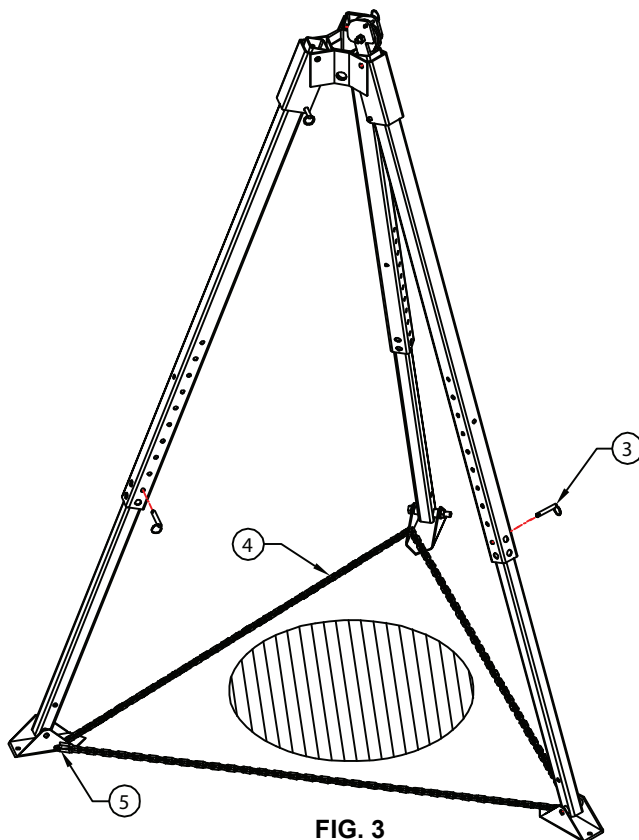

FIG. 3
5. Posicione o tripé sobre a entrada (Consulte a Fig. 3) e certifique-se de que a estrutura está nivelada. Ajuste o comprimento da(s) perna(s) conforme é requerido removendo os pinos de ajuste das pernas e esticando ou encolhendo a(s) perna(s) conforme for necessário. Certifique-se de que instala novamente todos os pinos de ajuste das pernas assim que o tripé se encontrar nivelado.